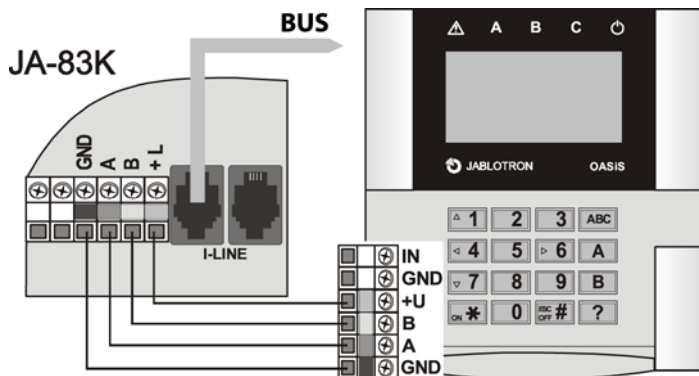

Bild 1 Verdrahtung mit einer Zentrale
- Verwendung von verdrehten Aderpaaren (+U, GND und Daten A, B bilden jeweils ein Paar) – die entsprechend der markierten Anschlüsse in der Zentrale und in dem Bedienteil angeschlossen werden (siehe Bild 1).